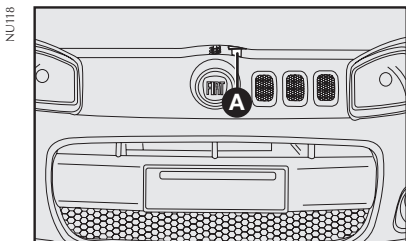

fig. 89
- 2) Mueva hacia arriba la traba **A**-fig. 89;